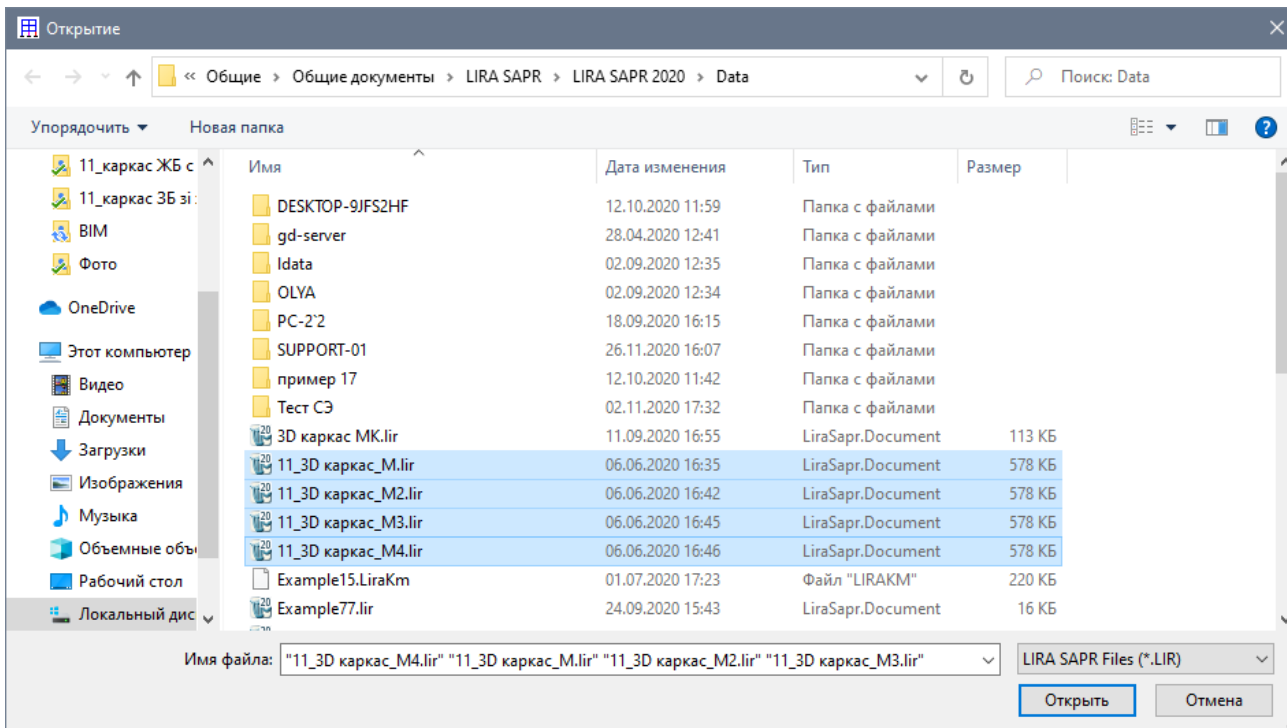

Рис. 11.30. Діалогове вікно **Відкриття**
- В новому вікні **Открытие** (рис. 11.30) відкрийте папку, в якій збережені розраховані задачі, (за умовчанням це папка **Data**), затиснувши клавішу **Shift**, в списку виділіть файли **11\_3D каркас\_M**, **11\_3D каркас\_M2**, **11\_3D каркас\_M3** та **11\_3D каркас\_M4** і натисніть на кнопку **Открыть**.